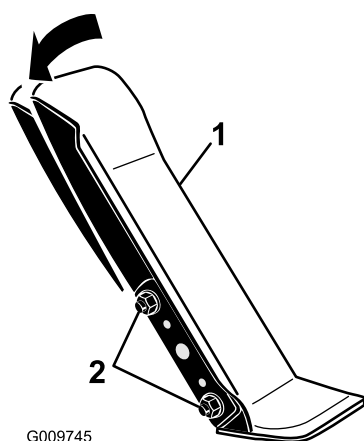

Figura 104
1. Allentare i 2 dadi e bulloni che fissano il lato sinistro del pedale di trazione alla staffa (Figura 104).
2. Inclinate il pedale nell'angolazione desiderata e stringete i dadi (Figura 104).